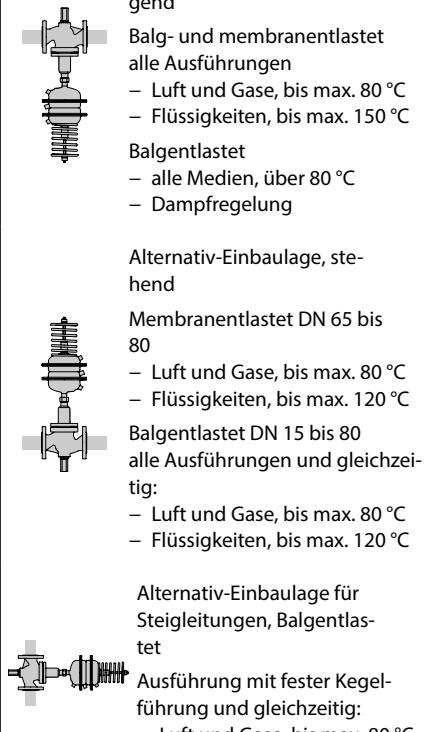

Bild 5-1: Einbaulage
- ➔ Standard-Einbaulage, Antriebsgehäuse nach unten in waagerecht verlaufende Rohrleitungen einbauen, vgl. Bild 5-1.
❶ HINWEIS